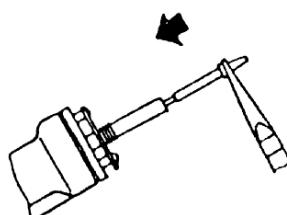

FIG. 6
5. Stop de stift weer in het verwarmingselement om het soldeer te doen smelten (zie fig. 6). Dit duurt ongeveer 5 seconden.